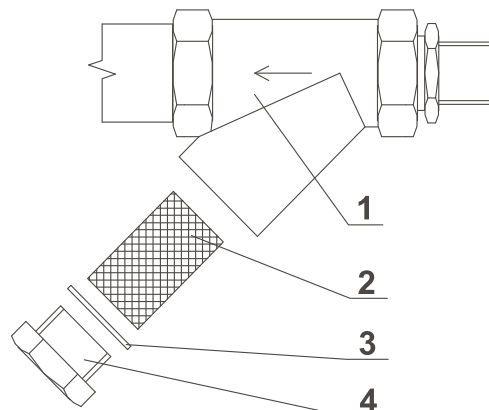

Fig. 9.10. 505518
2. Destornille el tapón del filtro (fig. 9.10., pos.4) y saque el tamiz del filtro (2).
4. Vuelva a introducir el tamiz (2) y la empaquetadura (3) en el cuerpo del filtro (1) y apriete la tuerca tapón (4).